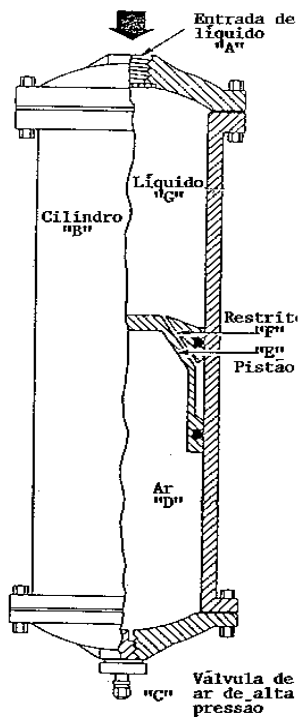

Figura 8-21 Acumulador tipo pistão.
O acumulador do tipo pistão, também serve para a mesma finalidade, e opera muito semelhantemente aos de diafragma e de balão. Como mostrado na figura 8-21 esta unidade é um cilindro (B) e um conjunto de pistão (E) com aberturas em cada extremidade.